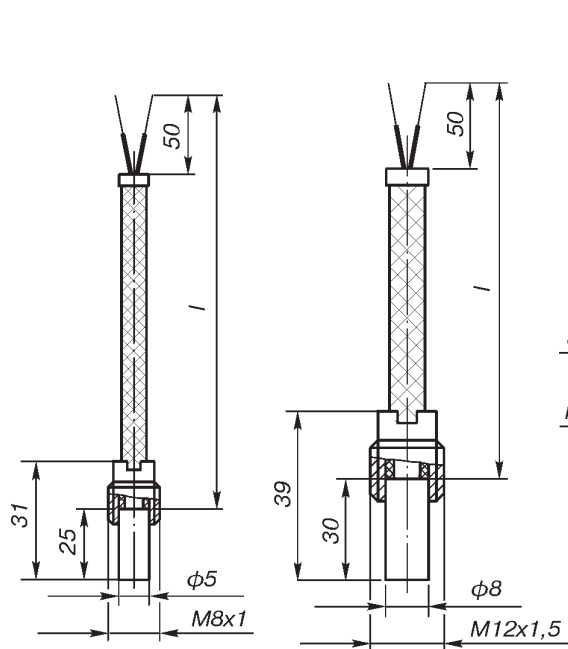
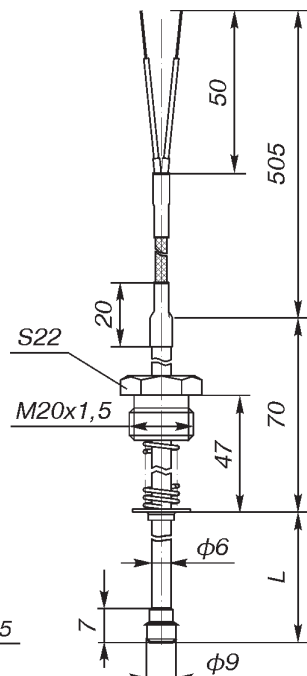

Рис.1.
Рис.3.
- 01** по рис. 1
- 03** по рис. 3
\* По рис. 1 возможна поставка с традиционной "луцкой" головкой, код исполнения защитной арматуры 01Л.
**Количество чувствительных элементов:** 1 (для рис.3-7), 1 или 2 (для рис.1, 2).
**Диапазон измеряемых температур:** -40...200°C (для рис.1, 2); -40...400°C (для рис.3, 4, 5, 6, 7).
| Рис.3     |     |    | +   | +  | +   | +   | +   | +   | +   | +   | +   | +   |